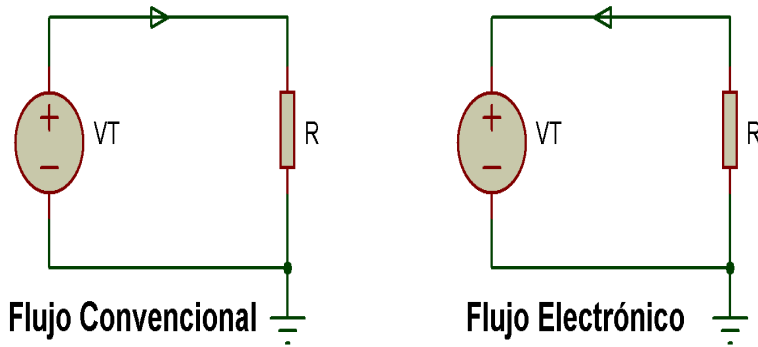

Figura 8. Flujo de la corriente eléctrica convencional y eléctrico
**Flujo convencional:** se considera que el sentido de la corriente se debe a cargas positivas y estas circularán de más a menos (figura 8).
**Flujo electrónico o real:** se considera que el sentido de la corriente se debe a cargas negativas (electrones) y estas circularán de menos a más (figura 8).